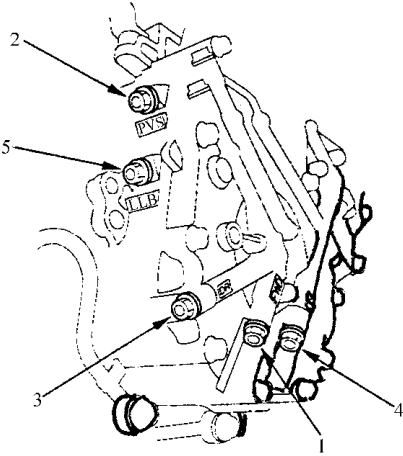

图 5-36 连接专用工具检查孔
7) 如图 5-36 所示，将专用工具连接到前进档离合器压力检查孔和倒档制动器检查孔上。(专用工具 07406-0020004)，将量程为 4900kPa 或更大的油压表，连接到主动带轮压力检查孔和从动带轮压力检查孔上(变速器故障导致 PCM 进入失效保护模式时，主动带轮压力和从动带轮压力可能大于 4900kPa)。将专用工具(07406-0070001)连接到润滑压力检查孔。